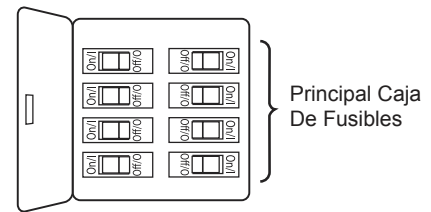

Figura 1
Para evitar una posible descarga eléctrica, asegúrese de cortar la alimentación eléctrica de la caja de fusibles principal antes de cableado el ventilador. (Figura 1)
1. Atornille las varillas roscadas en la soporte colgante. (Figura 1)